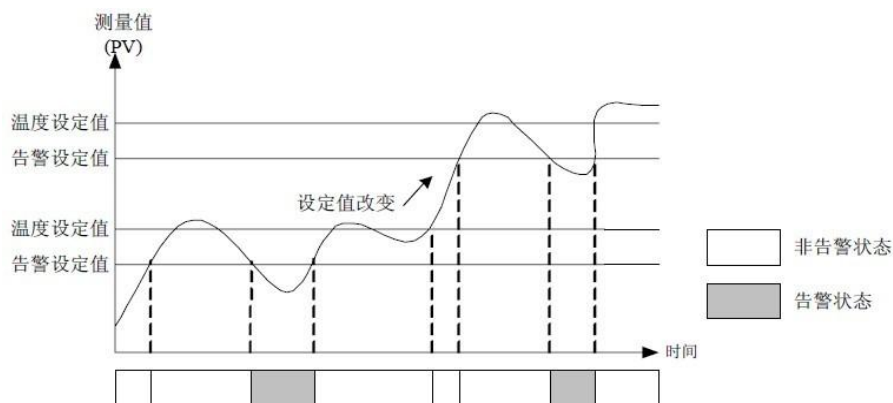

图5-16 告警再等待示意图
3. 而再等待告警则在等待告警的基础上多等待一次，即忽略电源接通时的测量值触发的告警（等待）和设定值改变时的测量值触发的告警（再等待），直至测量值下次触发告警，如图5-16所示。